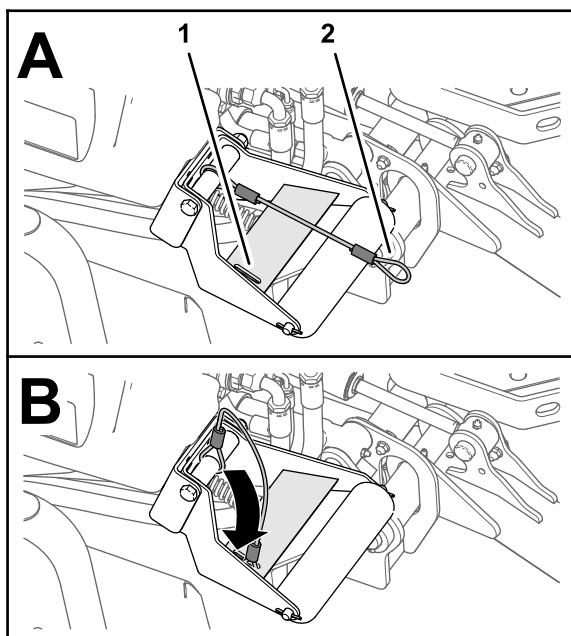

Figura 41
4. Cu unitățile de tăiere coborâte, glisați bucla năului în fanta din placa de ranforsare a suportului rolei (Figura 41).